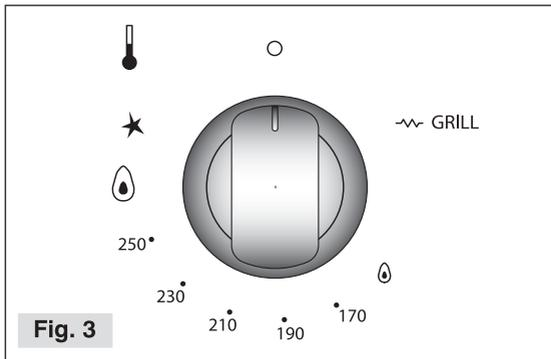

Fig. 3
- Si el horno será instalado debajo de un anafe, reemplace el colector de salida de los gases calientes por la chimenea plana y el conducto colector de gases provistos con el anafe (Ver "Ventilación del nicho del horno – Cuando el horno se ubique debajo de un anafe" Fig. 3).
4. Seleccione la temperatura deseada entre MAXIMO (△) y MINIMO (△). (Fig. 3)